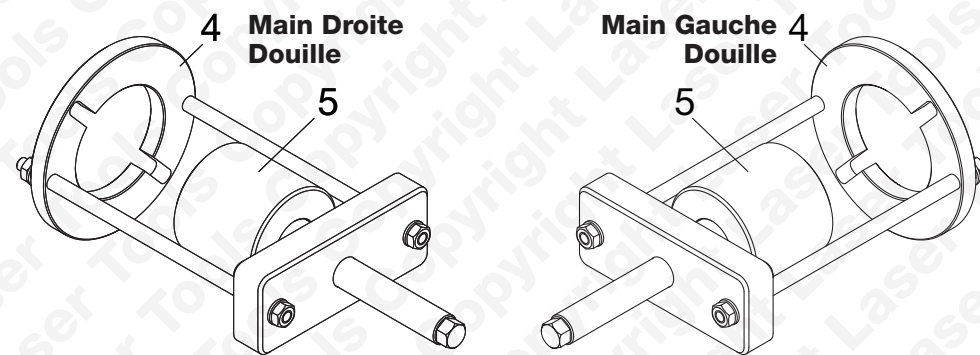
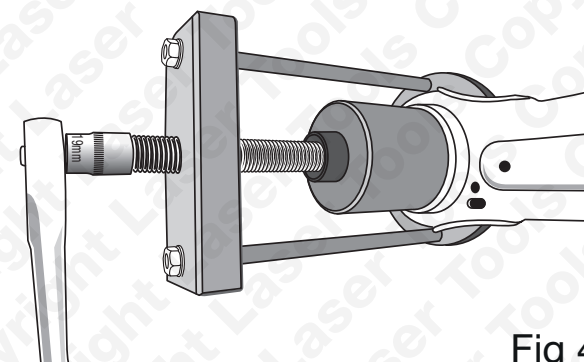

Fig 3
Fig 4
- À l'aide des éléments illustrés en **Fig. 3**, installer l'outil pour douille sur le bras comme indiqué, et dégager l'ancienne douille en tournant la vis de force en sens horaire, comme indiqué en **Fig. 4** :